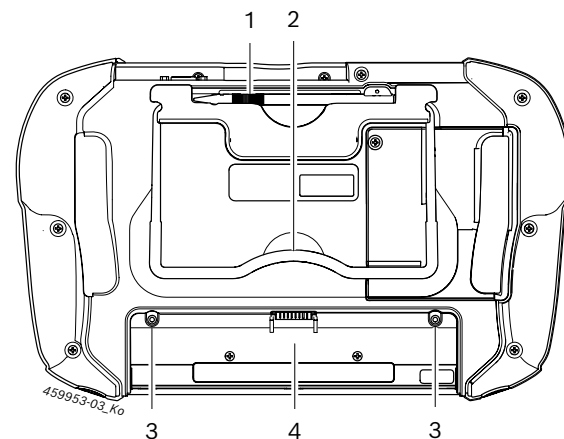

Fig. 3: KTS 350 underside
➤ Skyv batteripakken inn i batterirommet og fest den med de to skruene på batteripakken (se fig. 3, pos. 3).